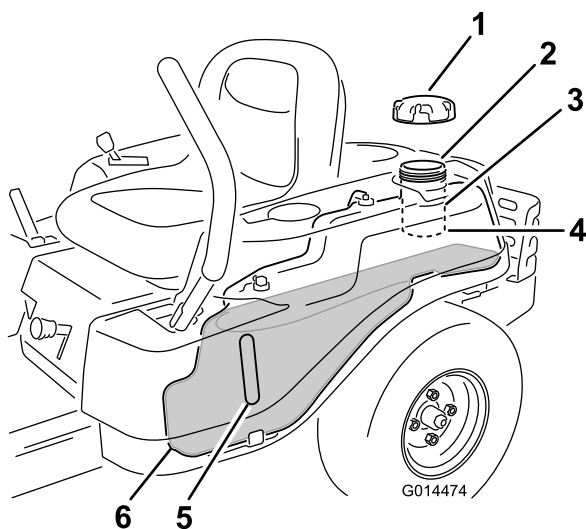

Figura 9
**Nota:** Puede utilizar la mirilla de combustible para verificar la presencia de gasolina antes de llenar el depósito (Figura 9).
2. **Añada gasolina sin plomo** lentamente (Figura 9) hasta que el combustible llegue a la base del cuello de llenado (4).